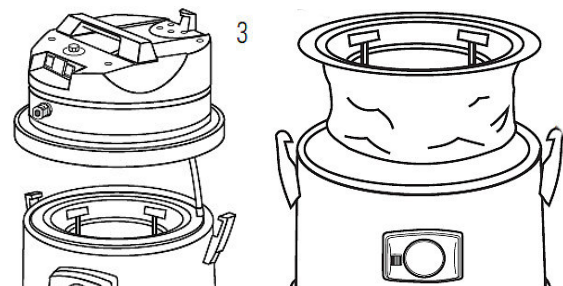

Abb. 20: Austausch des Filters
Schritt 1: Öffnen Sie vorsichtig den Behälter des Spezialsaugers und entfernen Sie den Filter B (Abb.20).